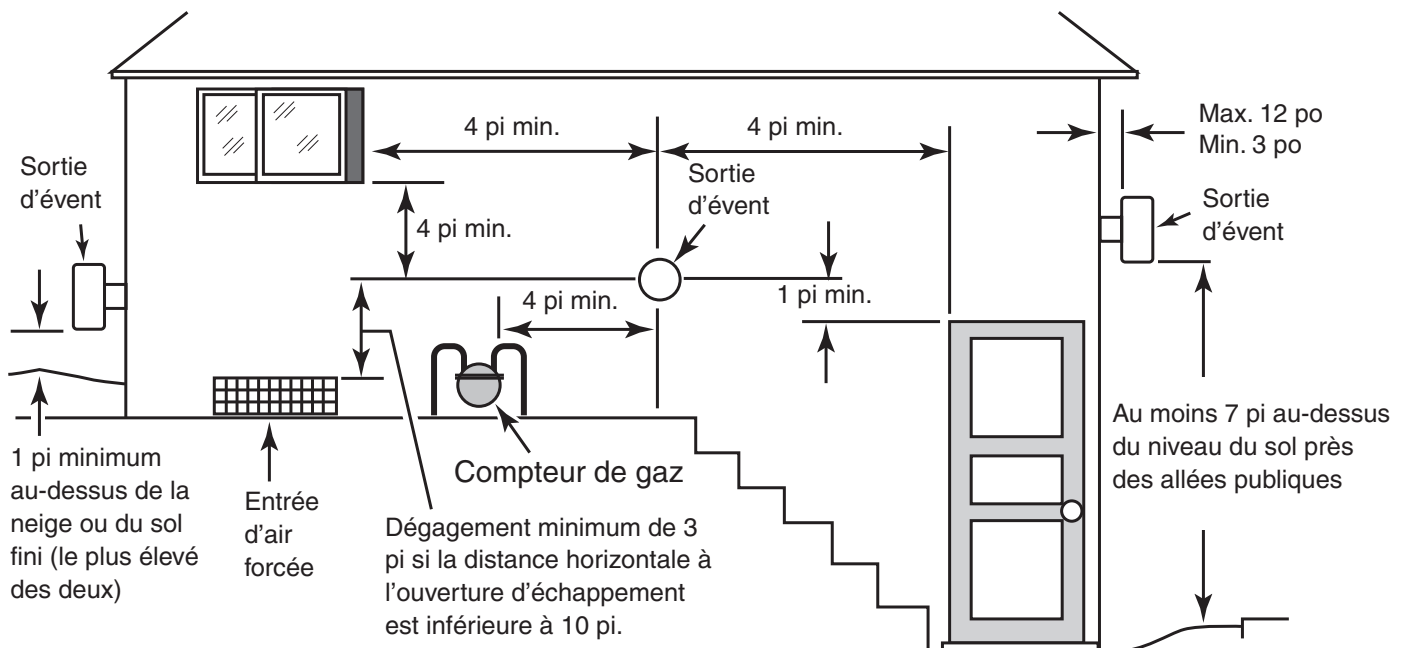
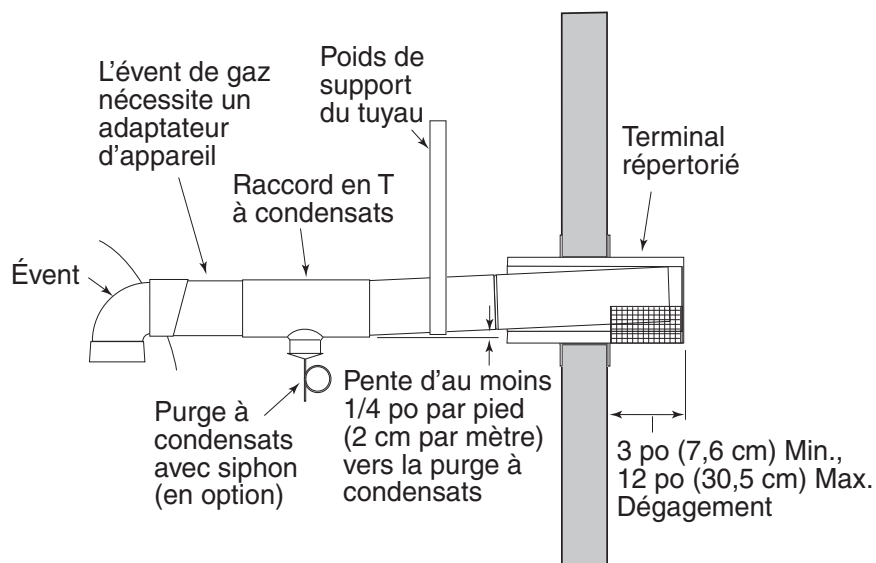
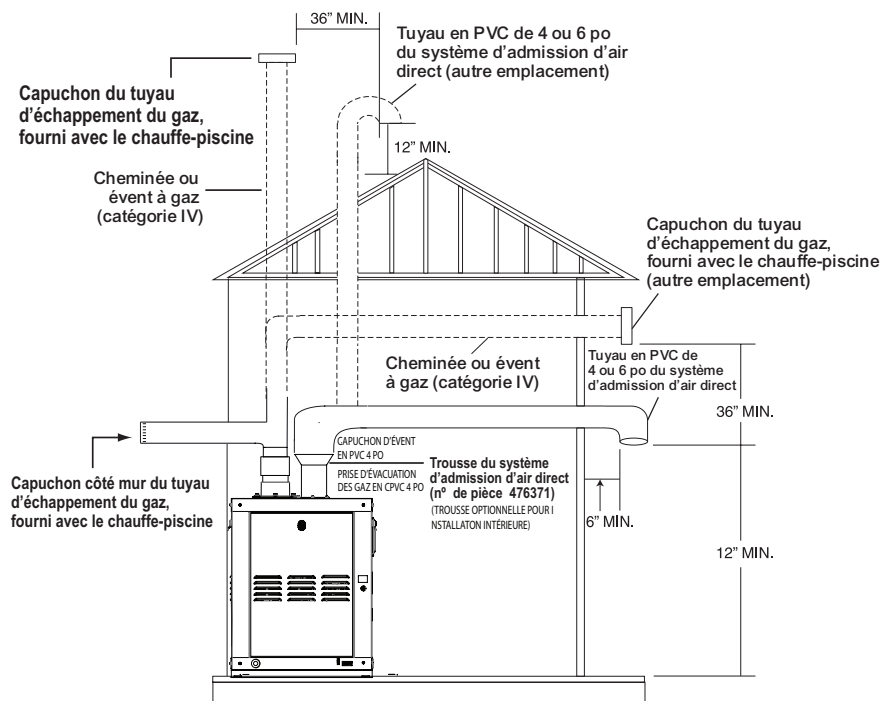

Figure 28.
Figure 29.
Figure 30.
VENTILATION HORIZONTALE OU VERTICALE (CATÉGORIE IV) - PRESSION POSITIVE **(Consulter la Figure 29, page 37 et la Figure 30, page 38)**
3. **Sortie d'événement** : verticale (consulter la Figure 28 ci-dessous et la Figure 30 à la page 38), pour la hauteur de la terminaison de l'événement au-dessus du toit. Utiliser un terminal d'événement *Approuvé* précisé par les codes locaux et nationaux et les instructions de votre fabricant. Une terminaison de toit doit être verticale. Au Canada, l'emplacement du capuchon d'événement doit avoir un dégagement minimum de 4 pi (1,2 mi) horizontalement par rapport aux compteurs électriques, aux compteurs de gaz, aux régulateurs et aux ouvertures de secours.
Le terminal doit être situé (États-Unis – Consulter la Figure 28 à la page 36) :
- à une distance d'au moins 3 po et d'au plus 12 po du mur (consulter la Figure 30 à la page 38), en suivant les instructions du fabricant de l'évent
Le terminal doit être situé (Canada – Consulter la Figure 28 à la page 36) :
Le capuchon d'évacuation directe des gaz DOIT être monté à l'extérieur du bâtiment. Le capuchon d'évacuation directe ne peut pas être installé dans un puits ou sous le niveau du sol. Le capuchon d'évacuation directe doit être installé à au moins 1 pi (0,3 m) au-dessus du niveau du sol et au-dessus du niveau normal de la neige, consulter la Figure 28, page 36. Le capuchon de ventilation directe NE DOIT PAS être installé avec une entrée d'air de combustion directement au-dessus d'un capuchon de ventilation directe. Cet espacement vertical permettrait aux produits de combustion provenant du capuchon d'évacuation directe d'être aspirés dans l'admission d'air de combustion installée au-dessus.
Il est recommandé d'isoler l'évent d'admission (consulter la Figure 30 ci-dessous) dans les climats plus froids.